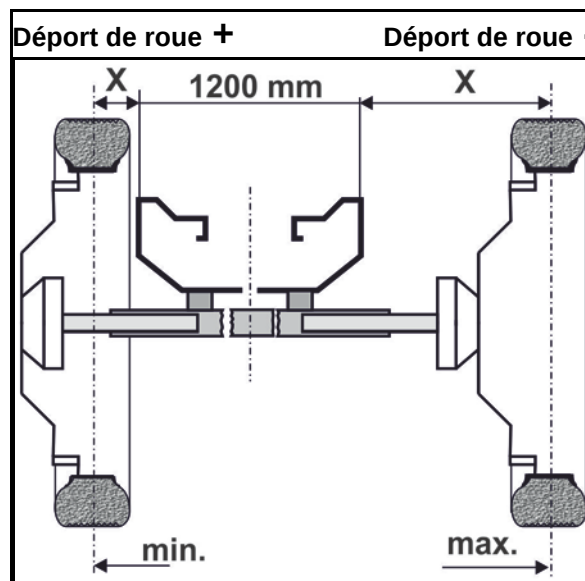

Fig. 120
4. Desserrer les vis de serrage auben (Fig. 120/1).